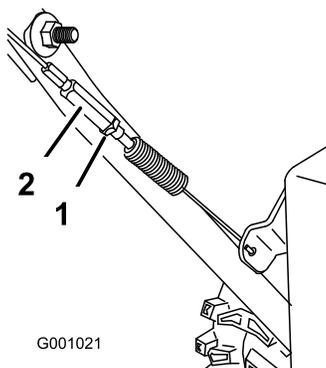

Bild 44
3. Ziehen Sie dann die Klemmmutter fest (Bild 44).